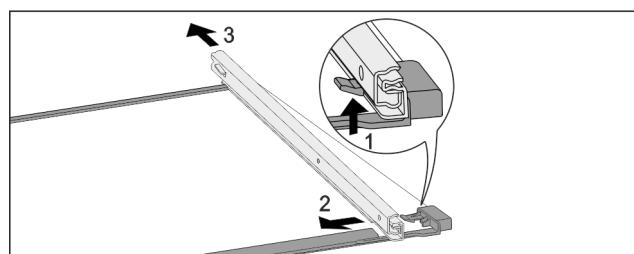

Fig. 81 Sklenená doska s koľajničkami
- Potlačte predný západkový hák nahor. Fig. 81 (1)
- Odsuňte výťahovaciu koľajničku do strany Fig. 81 (2) a dozadu Fig. 81 (3).